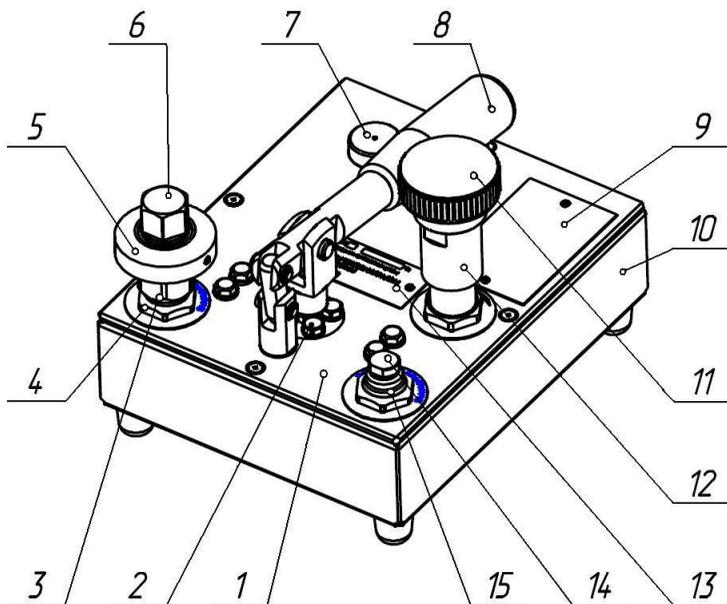
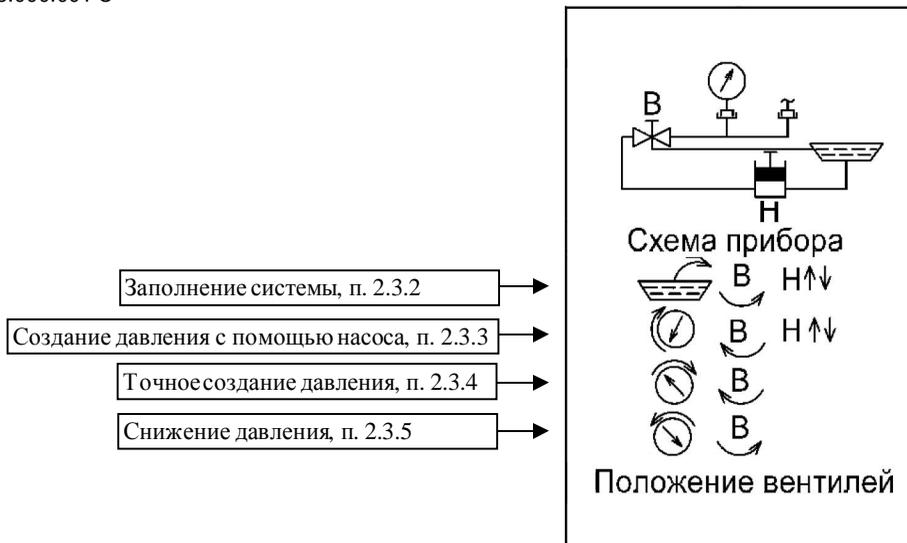

Рисунок 1 – Гидропресс П-70
Рисунок 4 – Схема работы гидропресса
На рисунке 2 показано устройство вентиля В (поз. 12, рисунок 1). Вентиль состоит из корпуса (поз. 20), втулки (поз. 21), которая поджимает набор фторопластовых колец (поз. 22) посредством пробки (поз. 28); втулки (поз. 23), через которую производится сброс давления; крышки (поз. 24) которая предохраняет упорную резьбу вентилья; втулки (поз. 25), которая передает усилие от маховика; гайки (поз. 27) для крепления корпуса вентилья на плите. Во время поворота маховика (поз. 26) против часовой стрелки, при появлении втулки (поз. 25) из под крышки (поз. 24), происходит плавный сброс давления. При создании давления необходимо повернуть маховик вентилья (поз. 26) по часовой стрелке до скрытия втулки (поз. 25) под крышкой (поз. 24). Более подробная информация по созданию и сбросу давления из рабочих полостей приборов описана в пп. 2.3.2-2.3.5.
Вентиль В (поз. 12, рисунок 1) предназначен для:
1.5.1 На прикрепленной к гидропрессу табличке (поз. 13, рисунок 1) нанесены следующие надписи:
1.5.2 На табличке (поз. 9, рисунок 1) приведены символы последовательности действий рукояткой насоса и маховиком вентиля.
2.2.2 Перед работой с гидропрессом необходимо залить рабочую жидкость через заливную горловину в емкость, предварительно сняв пробку (поз. 7, рисунок 1).
При использовании гидропресса в качестве источника создания давления (модель П-70) совместно с калибратором давления следует с помощью муфты (поз. 3, рисунок 1) подсоединить поверяемый прибор к штуцеру (поз. 4, рисунок 1), посредством соединительного рукава или без него. К штуцеру (поз. 14, рисунок 1) подсоединить модуль давления калибратора
В случае использования гидропресса в качестве сравнительной помпы (модель П-70С), для проведения поверки и калибровки работ рабочих средств измерений давления, следует подсоединить эталонный прибор с помощью муфты (поз. 3, рисунок 1) к штуцеру (поз. 4, рисунок 1). Через переходной штуцер и соединительный рукав к штуцеру (поз. 14, рисунок 1) подсоединить стойку с поверяемым прибором. Если резьбовые элементы не подходят для подсоединения поверяемого прибора к стойке, то применяются переходные штуцеры, поставляемые с гидропрессом.
В соответствии со схемой работы гидропресса изображенной на табличке (поз. 9, рисунок 1 и рисунок 4) для создания давления необходимо выполнить действия по пп. 2.3.2-2.3.5.
- открыть пробку емкости (поз. 7, рисунок 1);
– снять короб (поз. 10, рисунок 1) с плиты (поз. 1, рисунок 1);